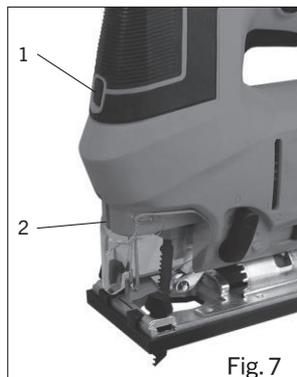

Fig. 7
L'interrupteur laser/DEL (1) est situé à l'avant du boîtier de la scie (Fig. 7). Cet interrupteur à 4 positions allume et éteint le laser et la lampe de travail à DEL (2). Le tableau suivant indique l'état de chaque composant.